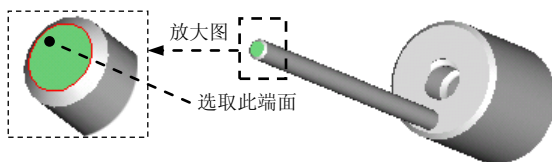

图 9.5.74 选取止动杆零件的端面
(1) 在连接件和组件上选取 **零** 参考。选取图 9.5.74 所示止动杆 (Stop_Rod) 零件中的端面, 以及图 9.5.75 所示机体 (Body) 零件中的端面, 则选取的参考自动显示在图 9.5.76 所示的“运动轴”对话框中。